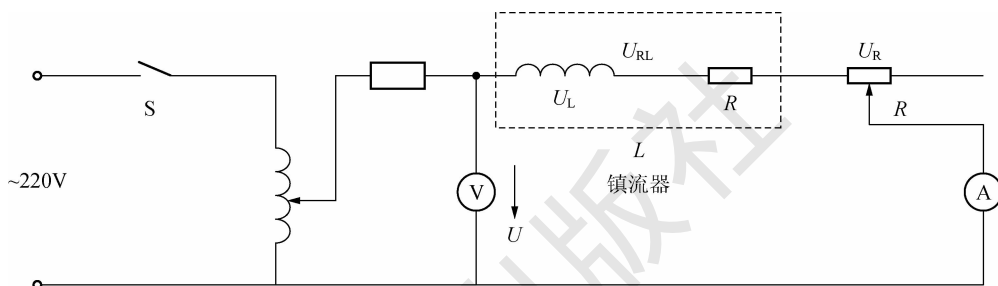

图 2.7.3
(4) 按图 2.7.3 连接线路,使调压器输出为零,滑线变阻器电阻为  $100\Omega$ ,即  $R = 100\Omega$ 。